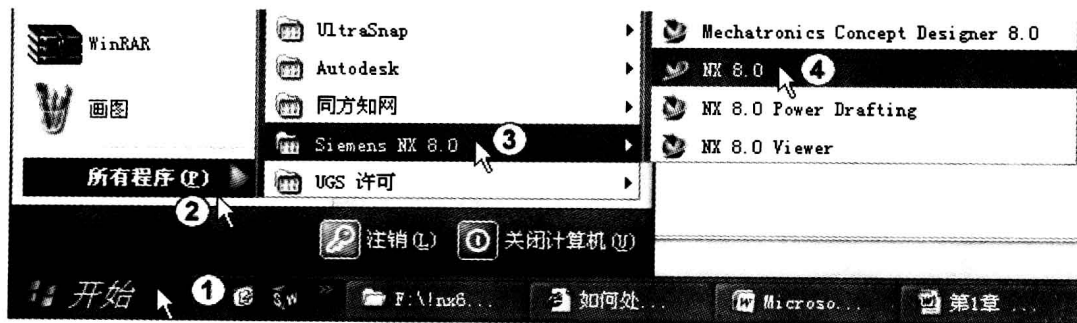

图 1-2 启动 UG NX 8.0
(1) 启动 NX 8.0。单击 Windows 桌面左下角的“开始”按钮，在弹出的菜单中选择“所有程序”→“Siemens NX 8.0”→“NX 8.0”，如图 1-2 中①～④所示，可启动 NX 8.0。